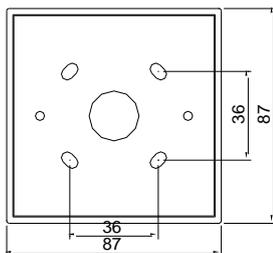

Рис. 1 - Размеры монтажных отверстий
2. Надежно закрепите монтажную коробку на поверхности стены с помощью крепежных винтов и дюбелей. Размеры монтажных отверстий показаны на Рис. 1